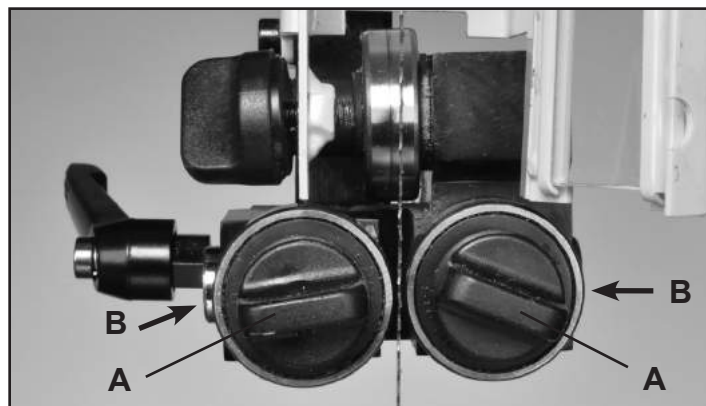

FIGURE 22
1. Placez les rouleaux de guidage de gauche et de droite relativement près de la lame. D'abord, desserrer leurs poignées de verrouillage situées en avant. (#21C, Fig. 22, A). Les moyeux du guide (#25C) qui retiennent les roulements à bille du guide sont à ressort ! Pour déplacer les guides vers la lame, poussez simplement les extrémités des moyeux du guide (B), ou utilisez les poignées de verrouillage situées en avant pour tirer les guides vers la lame. Verrouillez les guides en place. Fig. 22.